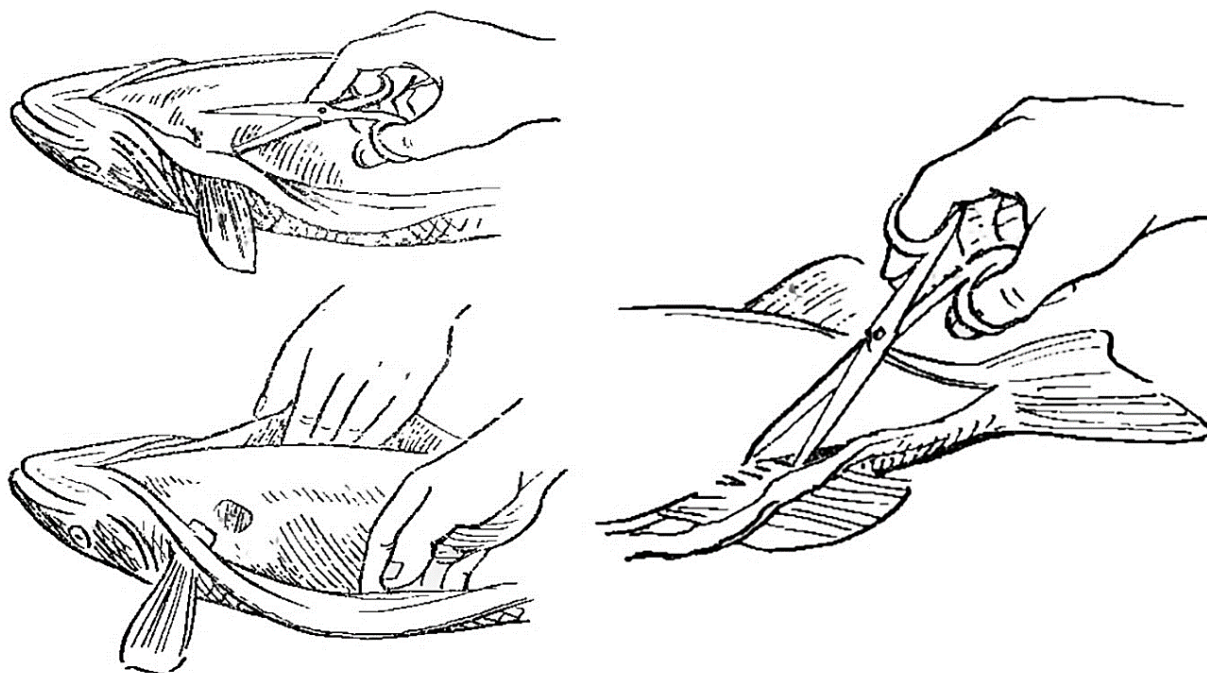

Рисунок 9 – Отделение плавников у рыбы
2.4. Отделите ножницами кости спинного, брюшного и хвостового плавников, их перерезав таким образом, чтобы при шкуре остались плавники с внутримышечными костными лучами (рисунок 9). Кости черепа оставьте при шкурке.